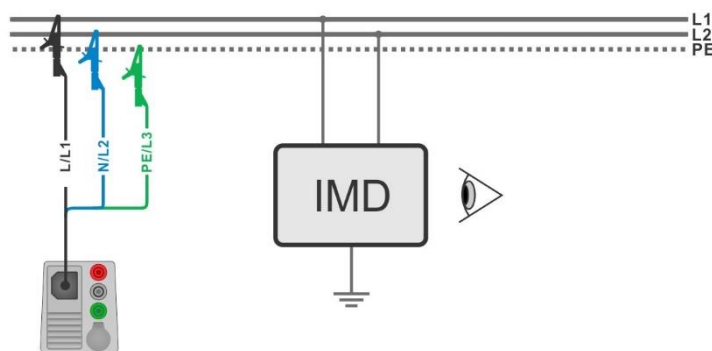

Abbildung 7.116: Anschluss mit 3-Leiter Prüfadapter
- › Schließen Sie den 3-Leiter Prüfadapter am Prüfling an, siehe **Abbildung 7.116**.